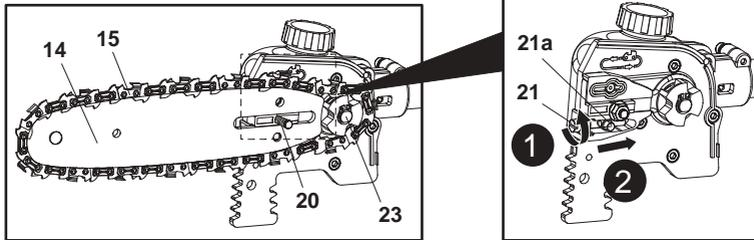

Fig. 10
5. Alinee el conjunto de la cadena (15) y la espada (14) con el engranaje de transmisión (23) y el perno de montaje (20). Coloque la cadena (15) alrededor del engranaje de transmisión (23) y, a continuación, baje la espada (14) para instalarla en el perno de montaje (20) (Fig. 10).
6. Asegúrese de que el pasador de tensión (21a) queda insertado en el orificio inferior de la espada (14). Atornille el tornillo de tensión (21) hacia la izquierda para ajustar la posición del pasador de tensión (21a) hacia el extremo de la ranura con el extremo plano del destornillador de doble punta suministrado (45).